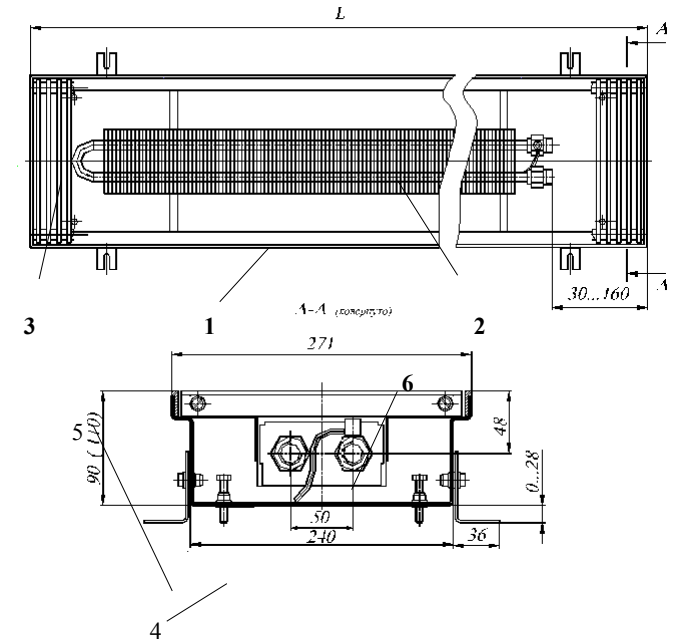

Рис. 1 Конвектор КРК 27.09(11).60...300 концевой
Конвекторы имеют (см. рис.1,2):
4.2 Размеры и технические характеристики изделий представлены на Рис.1, 2 и в таблице 1,2.
- 5.4 После соединения теплового пакета с трубопроводами и запуске системы отопления, при необходимости, выполнить удаление воздуха. Для этого свободный конец пластиковой трубки воздухопускного клапана 6 (см. рис.1) опустить в заранее подготовленную емкость для слива воды. Ключом отвернуть клапан на 0,5-1,5 оборота. После удаления воздуха, клапан закрыть.